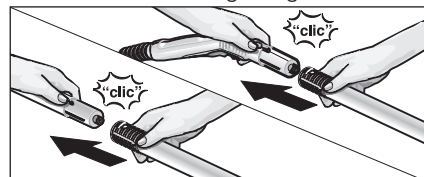

Abb. 3: Aufstecken der Verlängerungsrohre
- Verwenden Sie bei Bedarf die Verlängerungsrohre (G1). Montieren Sie dazu ein bzw. beide Verlängerungsrohre (G1) auf die Dampfpistole (C1) (siehe Abb.3). Schieben Sie dann das gewünschte Zubehörteil (D1,E1,F1,H1) auf das freie Ende des Verlängerungsrohres.